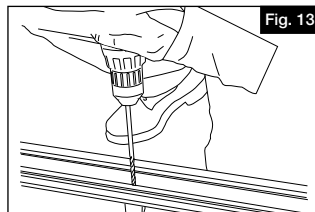

Fig. 13
- c. Pré percez le longeron inférieur pré perforé en utilisant une mèche de  $\frac{1}{4}$ " (0,635cm) (Figure 13). Vissez à travers la lisse basse (C) les cales de soutien (M) au plancher à l'aide des #12 x 5" (no. 12 x 12,7cm) vis fournies (H). Ne serrez pas trop.